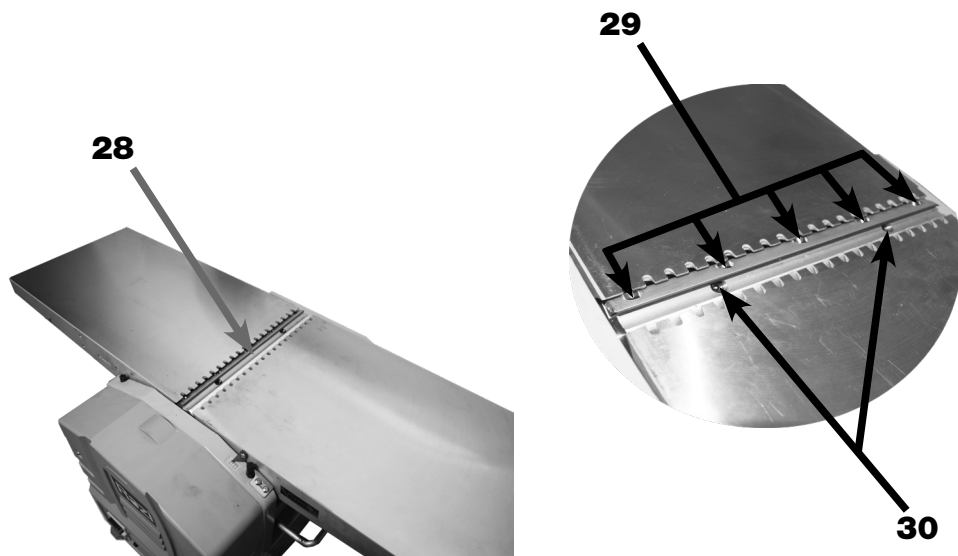

FIGURA 09 – Rolo e Lâmina
O Rolo de Corte (28) da Desengrossadeira e Desempenadeira (01) possui uma lâmina que é usada para ambas as funções de Desengrosso e Desempeno, ela é fixada por 5 Parafusos de Fixação (29) e ajustada pelos 2 Parafusos de Ajuste (30). O Bloco de Ajuste de Lâmina (23) é utilizado para verificar se a lâmina está nivelada (figura 09 e 10).